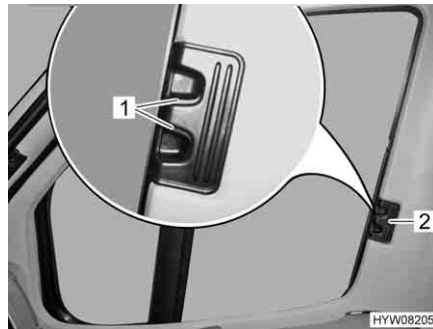

Bild 76 Plisségardin för förar-/passagerarfönster
- Tryck in låshandtagen (Bild 76,1) och håll dem intryckta.
- Ta tag i handtaget (Bild 76,2) och dra plisségardinerna för förar-/och passagerarfönstret till den andra fönstersidan och fäst med magnetremsorna.
- Ta tag i handtaget (Bild 76,2) till plisségardinerna för förarfönstret och passagerarfönstret och skjut in dem så långt det går.
- Släpp låshandtagen (Bild 76,1) och låt dem haka fast.